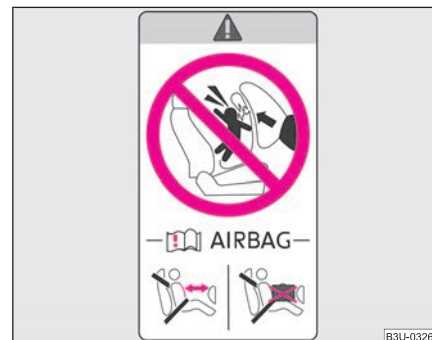

Abb. 154 Aufkleber an der mittleren Karoseriesäule auf der Beifahrerseite
- Auf diese Tatsache weist auch der Aufkleber hin, der sich an der mittleren Karoseriesäule auf der Beifahrerseite befindet ⇒ **Abb. 154**. Der Aufkleber ist nach dem Öffnen der Beifahrertür sichtbar. Ein weiterer Warnaufkleber befindet sich an der Frontscheibe im Bereich des Beifahrers.